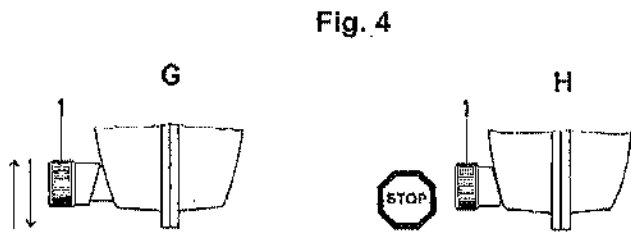

Fig. 4
El equilibrador está dotado de un sistema de bloqueo manual (Fig.4): gire el pomo (1) en posición (H) para bloquear la rotación del tambor; gire el pomo (1) en posición (G) para permitir el funcionamiento normal.